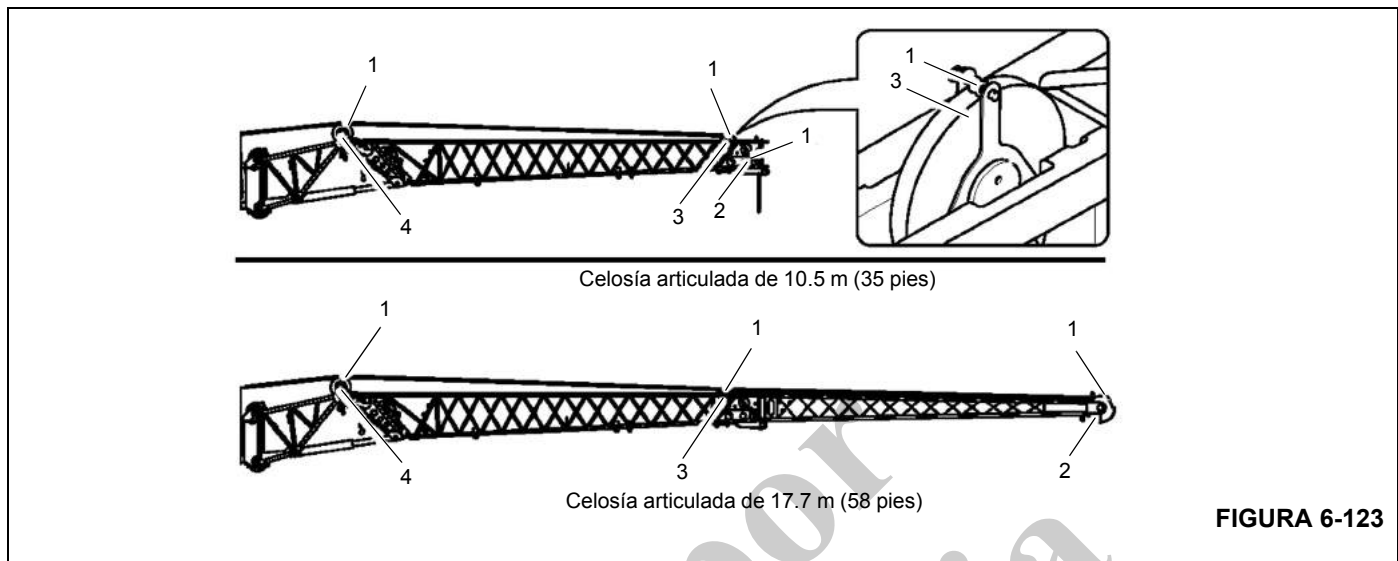

FIGURA 6-123
1. Retire las poleas de retención (1) (Figura 6-123).
2. Guíe el cable por las poleas deflectoras (4), (3) y sobre la polea de punta (2) de la extensión.
3. Vuelva a instalar las poleas de retención (1) y asegure con pinzas de retención.
2. Retire las poleas de retención (1) (Figura 6-123).
3. Saque el cable de la polea de cabeza (2) y de las poleas deflectoras (4), (3) y colóquelo sobre el suelo, en el lado izquierdo.